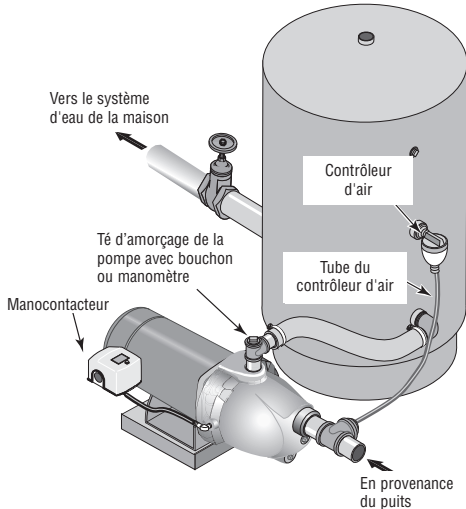

Figure 5 : Branchements sur un réservoir standard
## BRANCHEMENT SUR UN RÉSERVOIR STANDARD (Figure 5)
- 1 ° Poser un té dans l'orifice de refoulement de la pompe (voir la Figure 5).